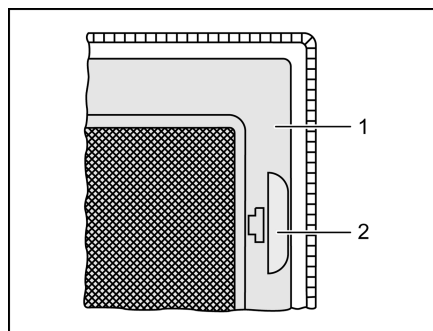

Bild 41 Insektenschutz
- Am Griff (Bild 41,2) ziehen.
- Insektenschutz (Bild 41,1) nach unten klappen.
- Insektenschutz (Bild 41,1) nach oben schwenken, bis er einrastet.